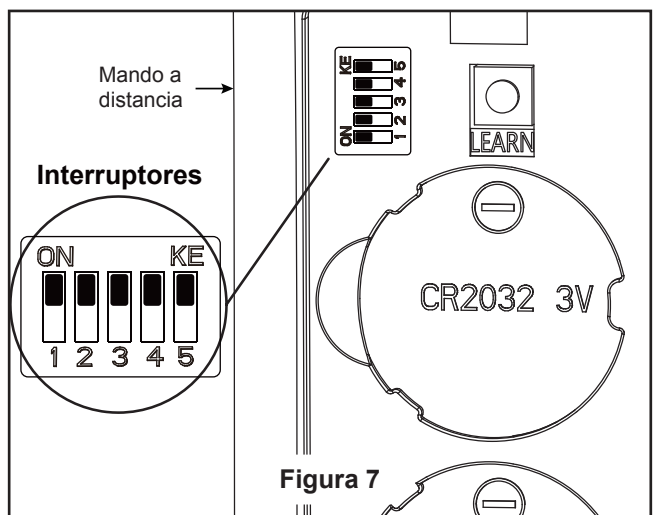

Figura 7
7. Extraiga una de los tornillos de hombro en el soporte del gancho y guarde los tornillos para pasos posteriores. Afloje el segundo tornillo de hombro sin extraiga completamente. (Figura 7)
9. Para configurar el código del mando a distancia a las mismas posiciones que en el receptor. Mueva los interruptores de código hasta colocar el código de selección en la posición arriba o abajo. Con un destornillador pequeño o con una lapicera (no se incluye) deslice firmemente hacia arriba o hacia abajo. (Figura 7)
7. Seleccione su router WiFi e introduzca la contraseña WiFi para conectarse a su receptor WiFi fanSync. Tardará 1 - 2 minutos en conectarse. Una vez que su receptor WiFi se haya conectado, ahora puede nombrar su ventilador de techo en la App y personalizar sus ajustes. (Figura 7)